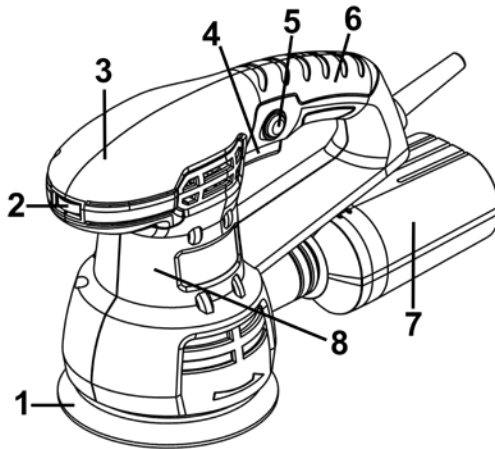

Рисунок 1
2.2.1 Виріб складається з наступних основних частин: пластикового корпусу з основною опорною рукояткою (3), в якому встановлений колекторний електродвигун, система пиловідведення, вимикач (4), шнур живлення з вилкою для підключення до електромережі –
згідно рис. 1. На валу двигуна встановлене лопатеве колесо витяжки пилу під час роботи виробу. Пил через патрубок потрапляє у контейнер (7) або в пилосос. Шліфувальна платформа (1) приєднується до валу двигуна з можливістю вільного обертання незалежно від роботи двигуна через перехідну ексцентрикову опору з підшипником.